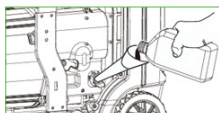

Fig.2
- Aggiungere 0,7 litri di olio. (Vedi tabella degli oli consigliati, Fig. 4) (Fig. 2)